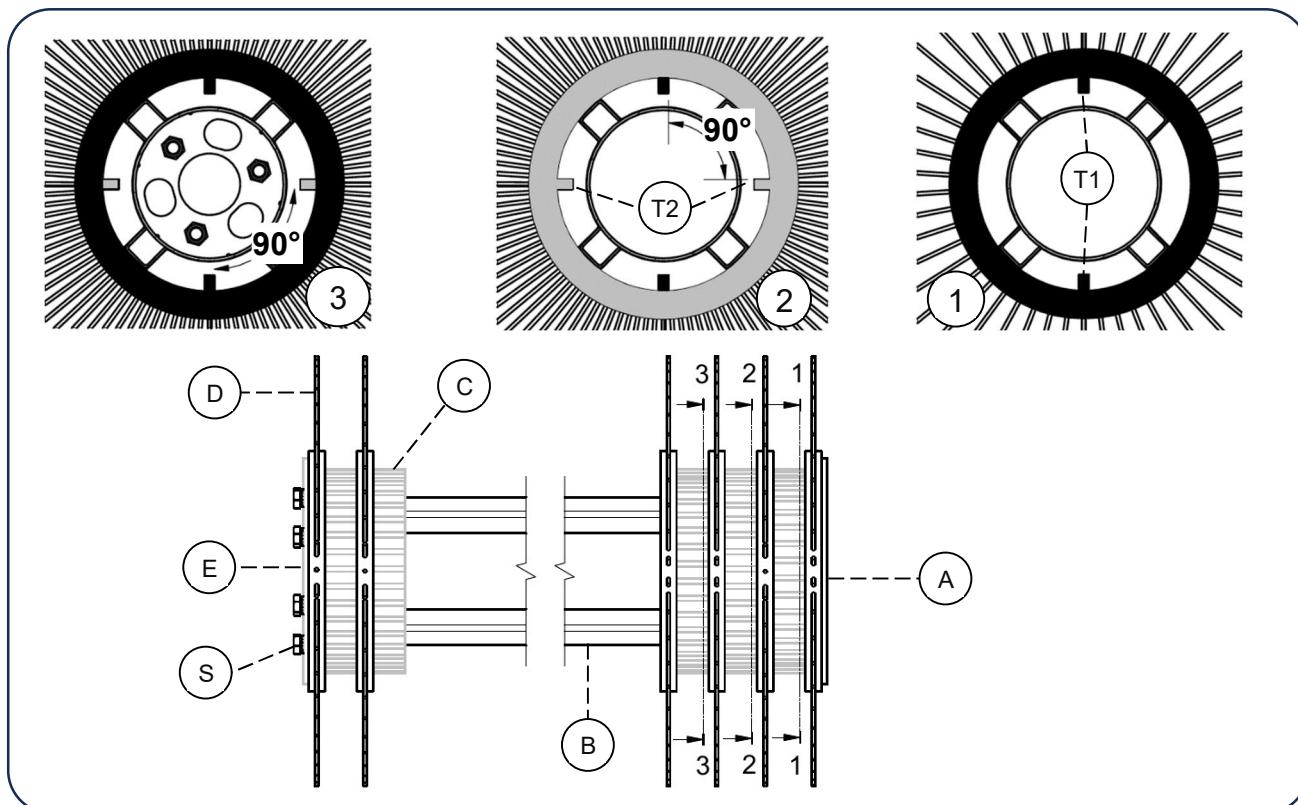

Bild.40
Demontering av slitna lameller – se Bild.40.
Steg 1, Bild.40: Placera första lamellen (D) på borsttrumman (B) på ett sådant sätt att drivtänderna (T1) på lamellen är placerade lodrätt enl. punkt 1.
Steg 2, Bild.40: Placera en distans (C) på borsttrumma, skjut den mot lamellen (D).
Steg 3, Bild.40: Placera andra lamellen (D) på borsttrumman (B) så att drivtänderna (T2) på lamellen är placerade horisontellt dvs vridit 90° från föregående lamell, enl. punkt 2.
Steg 4, Bild.40: Placera en ny distans enl. steg 2.
Steg 5, Bild.40: Placera tredje lamellen (D) på borsttrumman (B) på ett sådant sätt att drivtänderna (T2) på lamellen är placerade lodrätt dvs vridit 90° från föregående lamell, enl. punkt 3.
Steg 6, Bild.40: Upprepa **Steg 1...Steg 5** tills samtliga lameller är placerade.